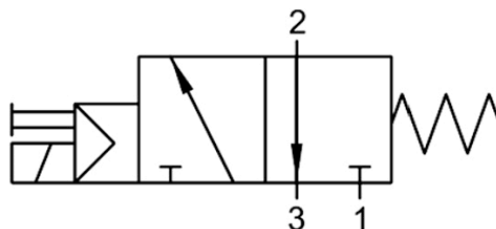

Figura 12. válvula monoestable.
- La válvula monoestable se muestra en la figura 12, es aquella que tiene una posición de reposo estable, la válvula permanecerá de forma indefinida si no actúa sobre ella el dispositivo de mando. El regreso a la posición de reposo suele realizarse con un muelle.